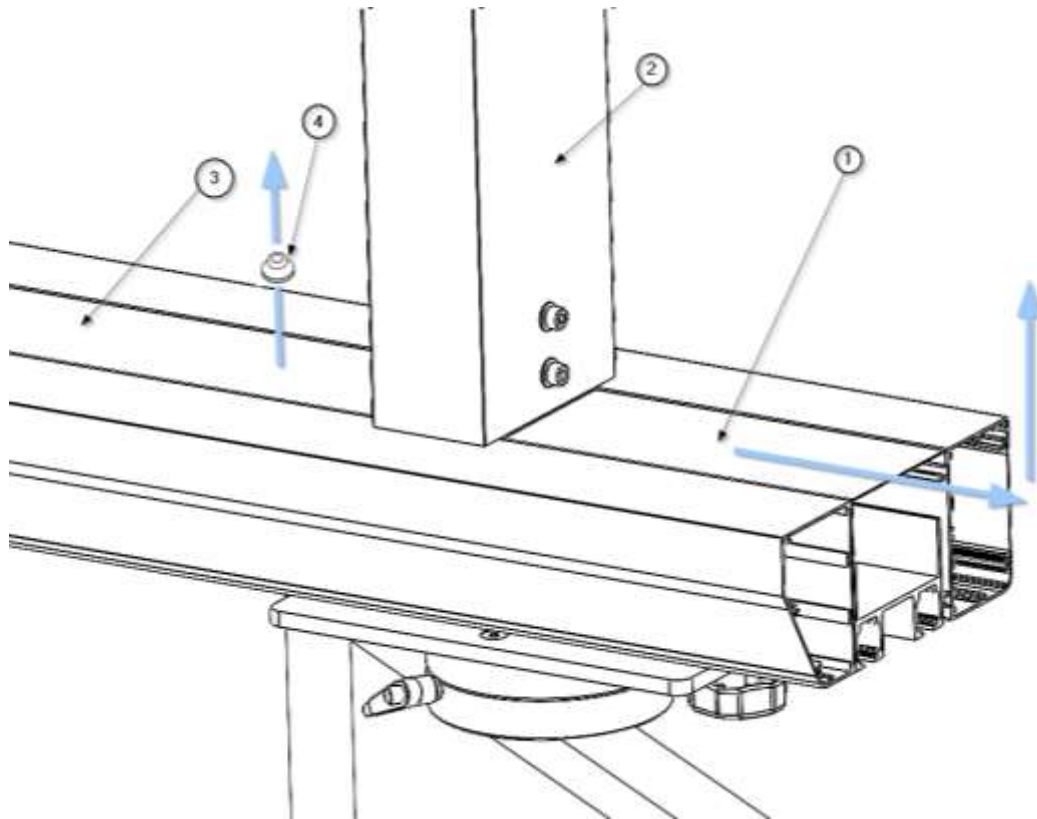

Abb. 3 Entfernen der Abdeckungen vom Hauptkörper
- Entfernen Sie mit Hilfe eines Saugnapfes ② die obere Abdeckung ①, unter der sich der Diffusor für indirektes Licht befindet, wie in Abbildung 3 dargestellt. Das Beleuchtungsmodul ③ für indirektes Licht wird freigelegt.